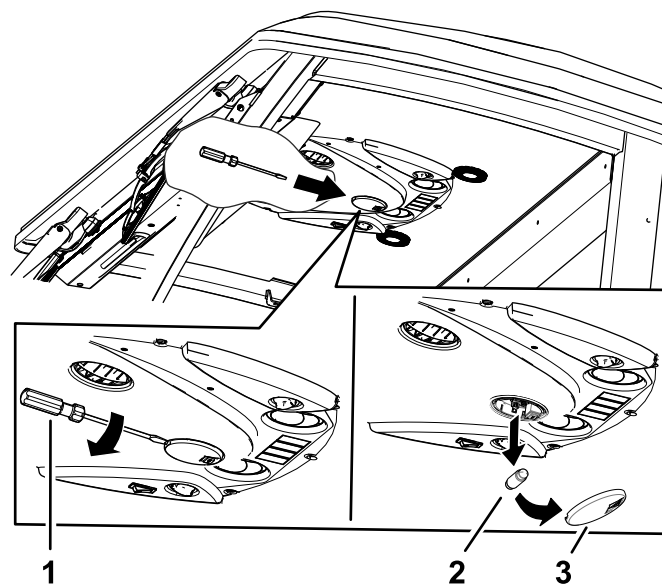

Figura 90
1. Utilice un destornillador para retirar la lente de la luz del panel de control. (Figura 90).
2. Retire la lámpara de la base (Figura 90).